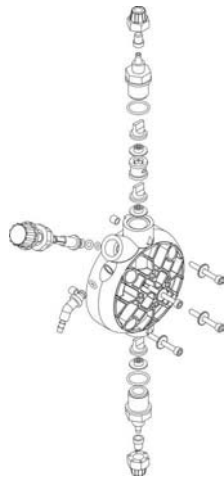

Fig. 10
- 3) Eliminer le liquide à l'intérieur de la tête de la pompe, notamment en la démontant (retirer les 4 vis) (fig. 10). Puis remonter la tête.
- 3) Eliminer le liquide à l'intérieur de la tête de la pompe, notamment en la démontant (retirer les 4 vis) (fig. 10).
Pour effectuer cette opération, si l'appareil n'est pas fixé à l'installation, le faire pulser la pompe pendant quelques secondes (15/30) en la tenant la tête en bas et sans les tubes reliés aux raccords, si ce n'est pas possible, démonter et remonter la tête de la pompe (fig. 10), par les quatre vis de fixation.